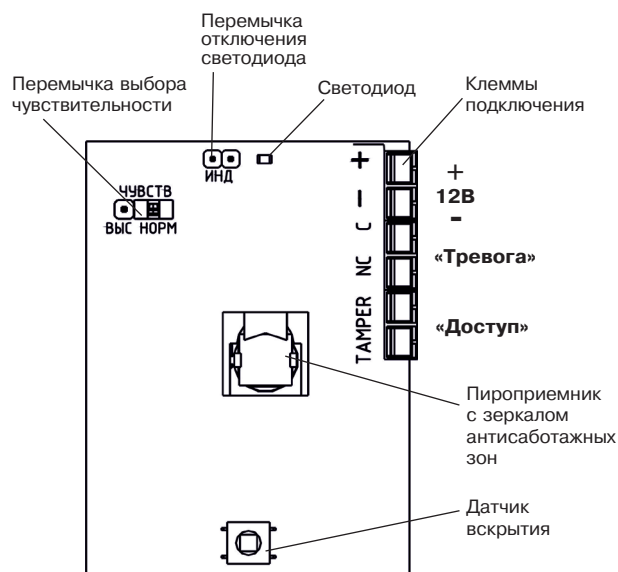

Рисунок 5 – Печатная плата
- Установите переключки (рисунок 5) в соответствии с конкретными условиями применения.